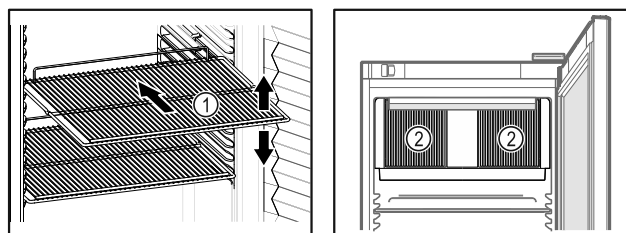

Fig. 60 Eksempelfremstilling Fig. 61
- Hvis oppbevaringshyllene Fig. 60 (1) kan flyttes, juster etter høyden.